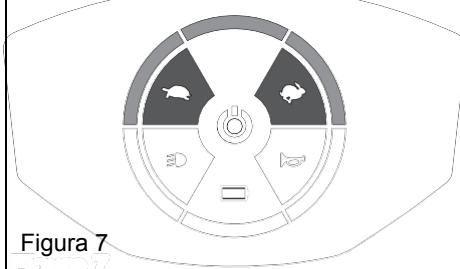

Figura 7
- Ci sono 3 diverse velocità di regolazione, dalla più elevata alla più bassa 3>2>1. (Figura 7)
(1) (2) (3)